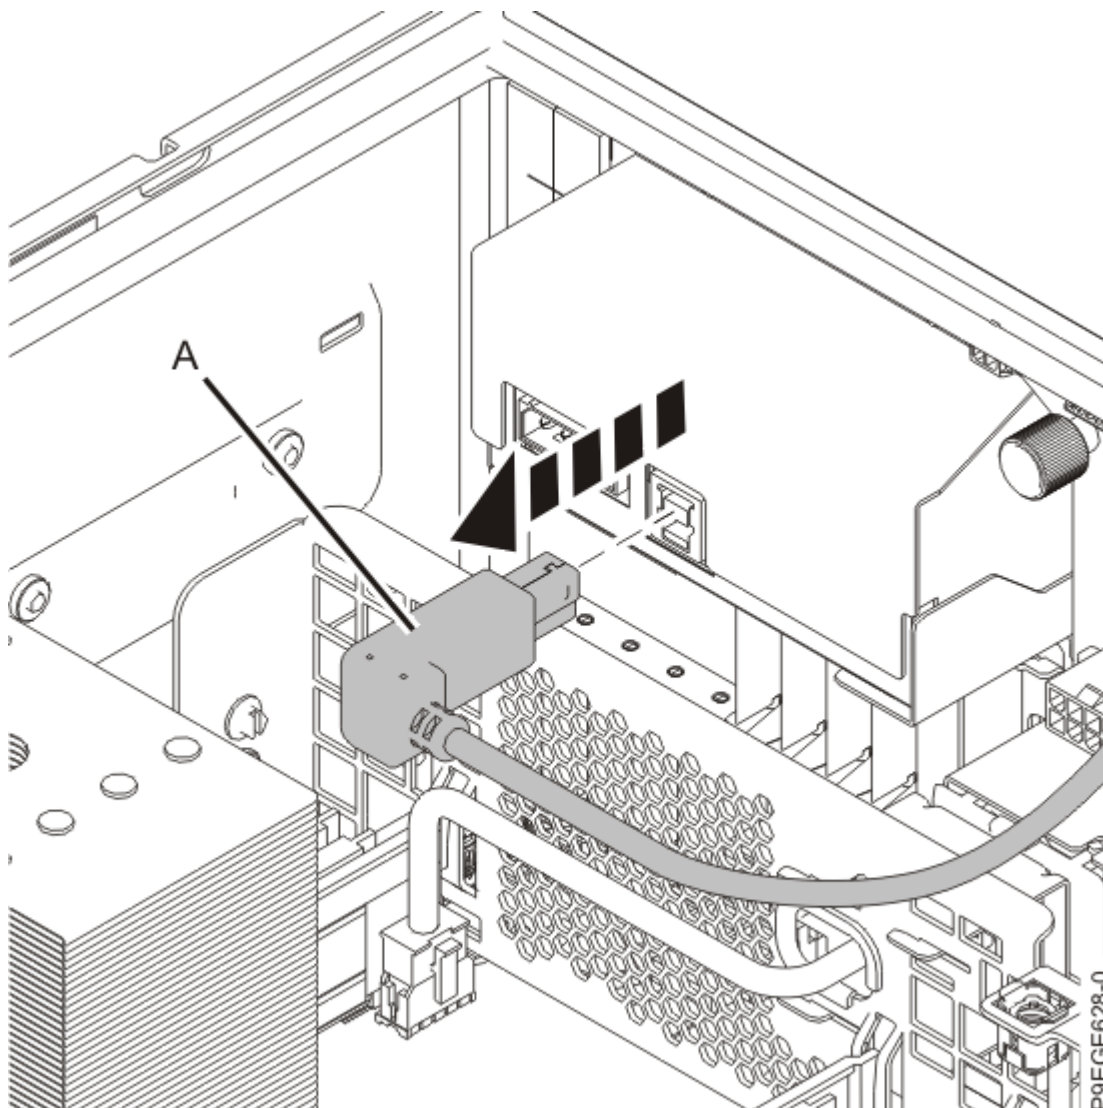

Figura 14. Extracción del cable USB frontal de la unidad RDX
4. Si el sistema tiene una unidad RDX, extraiga el cable USB frontal **(A)** de la parte posterior de la unidad RDX, tal como se muestra en la Figura 14 en la página 16.